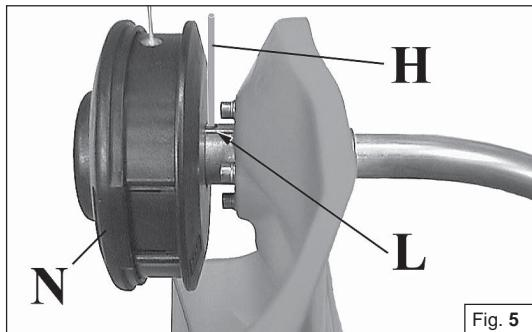

Fig. 5
- 9 - Работайте только в устойчивой позиции (Рис. 5).
- 9 - Pracować zawsze w pozycji stabilnej i bezpiecznej (Rys. 5).